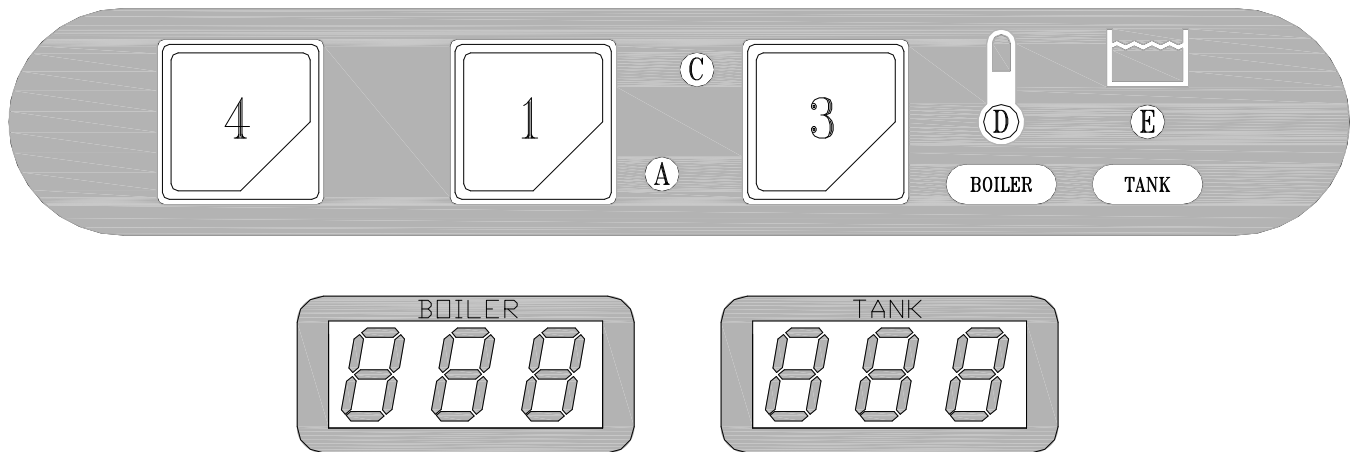

Fig. 3-2
- When the water intake cycle is complete, open the door (I) and add detergent (about 2 g. per litre of tank capacity). Position the full basket (L) and close the door (I). Select the appropriate washing cycle by pressing button (4) short cycle (button pressed) ÷ long cycle (button not pressed). Now press the START button (3) (at least for 2 seconds) and the wash cycle displayed by light (C) will start. When the cycle is over, this light goes out. To turn off the appliance, turn the switch (1) to (0). Light (A) indicates the appliance is off (Fig.3-2÷3-3).
- Nach erfolgter Füllung die Tür (I) öffnen und das Spülmittel einfüllen (ca. 2g/l Fassungsvermögen des Spülbehälters). Den gefüllten Geschirrkorb (L) einsetzen und die Tür (I) schließen. Das Programm durch Drücken des Druckknopfes (4) wählen kurzer Spülgang (Taste gedrückt) ÷ langer Spülgang (Taste losgelassen). Nun die START-Taste (3) mindestens 2 Sekunden lang drücken, und das Spülprogramm beginnt, die Kontrolllampe (C) leuchtet auf und am Programmende erlischt die Kontrolllampe. Um das Gerät auszuschalten, muß der Schalter (1) auf die Position (0) gestellt werden, die Kontrolllampe (A) erlischt. (Bild.3-2÷3-4).